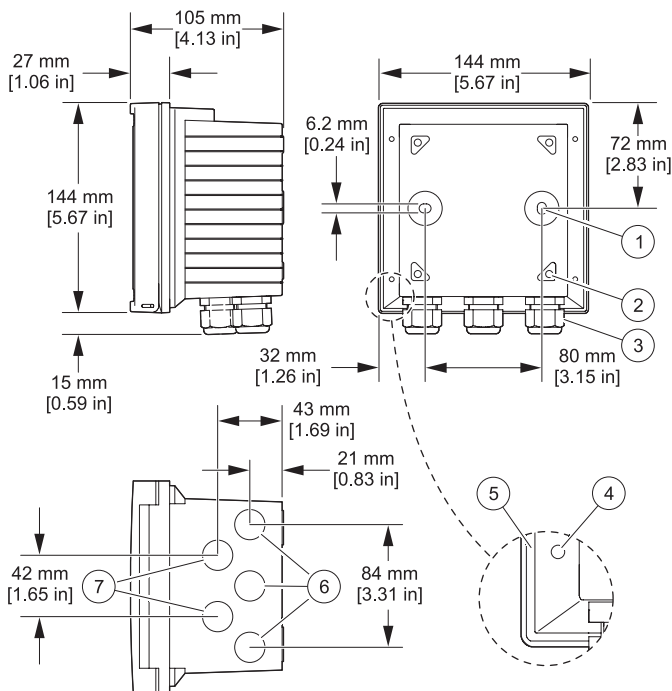

Figure 2 Dimensions des fixations murales
1. Insérez les fixations des press-étoupes dans les orifices du cache arrière et serrez-les à l'aide des écrous hexagonaux (**Figure 2**).
1. Ouvrez les deux orifices de montage mural du cache arrière à l'aide d'un poinçon (**Figure 2**).
Reportez-vous à la **Figure 2** et aux instructions fournies avec les kits de montage sur panneau et sur tuyau (voir **Accessoires, page 87**).